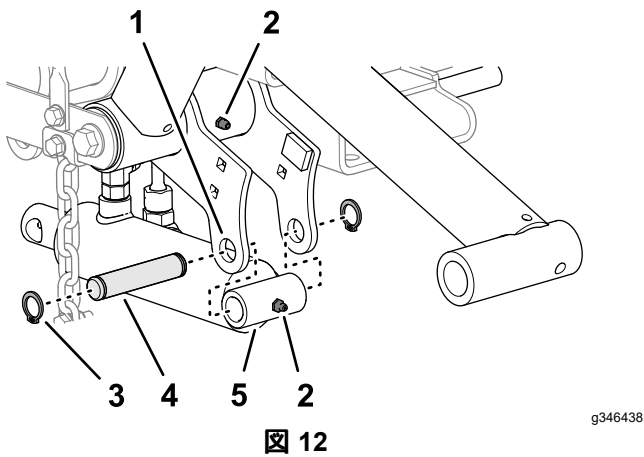

図 12
1. 昇降シリンダのキャップ端を、左昇降アームのフランジの穴に合わせる図 12。
2. フランジにシリンダを取り付ける取り付けピンとスナップリング 2 個を使用する 図 12。
3. 昇降アームと油圧シリンダのグリスフィッティングに、No. 2 リチウムグリスを注入する 図 12。